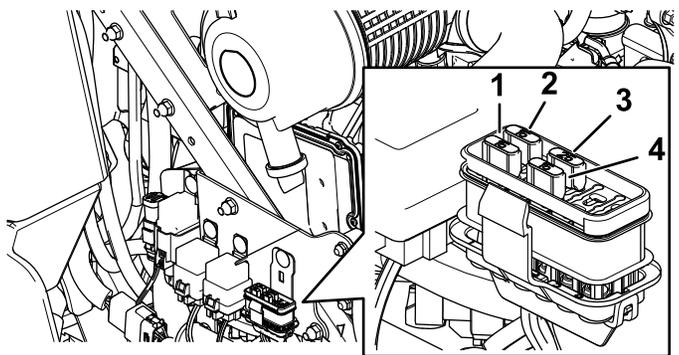

Figura 47
3. Instale un fusible nuevo (Figura 47).